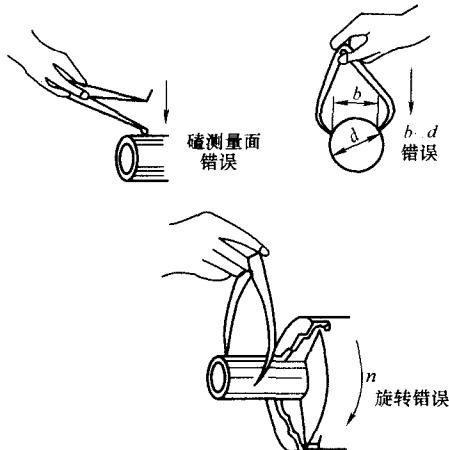

图 1-8 卡钳使用注意事项
- (1) 钢直尺在使用过程中，应注意防止由视觉而产生的误差。
- (2) 卡钳的使用方法要正确，其注意事项如图 1-8 所示。